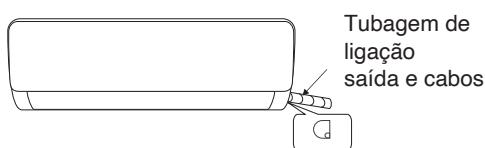

Fig.1
- Dependendo da posição da unidade, o tubo pode sair do lado esquerdo ou direito (Fig. 1), ou verticalmente a partir da retaguarda (Fig.2) (dependendo do comprimento do tubo da unidade interior). Em caso de saída lateral, deve bloquear a saída no lado oposto.